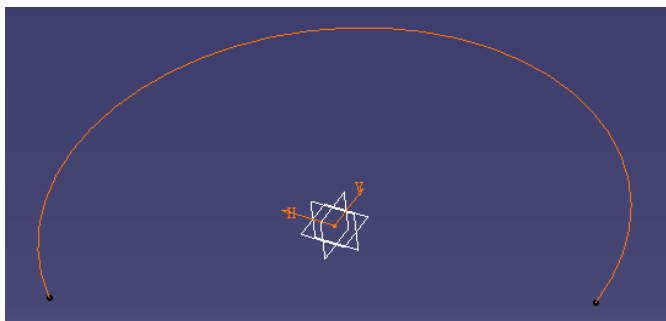

图 9-16
(1) 用 xy plane → Sketcher → Arc, Spline → Exit 或 Shape Design 3D 状态下用 point Spline 画如图 9-16;